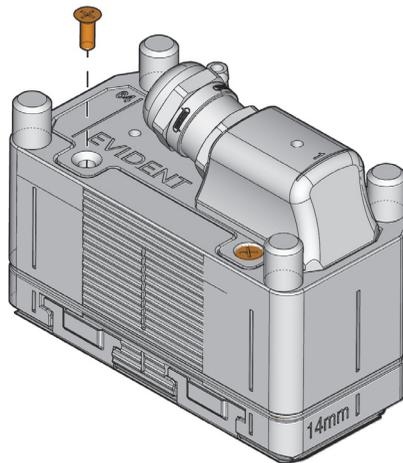

Figura 55 Tornillos de sujeción de la sonda
2. Extraiga los tornillos que sujetan la sonda en el soporte de la sonda (ver Figura 55 en la página 80).